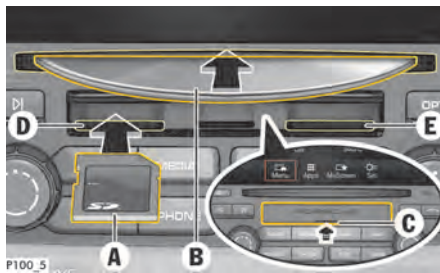

Fig. 168: Chargement d'un CD/DVD, ainsi que d'une carte SD
1. À l'aide de votre ongle, relevez le cache au niveau de la fente **C** (Fig. 168).